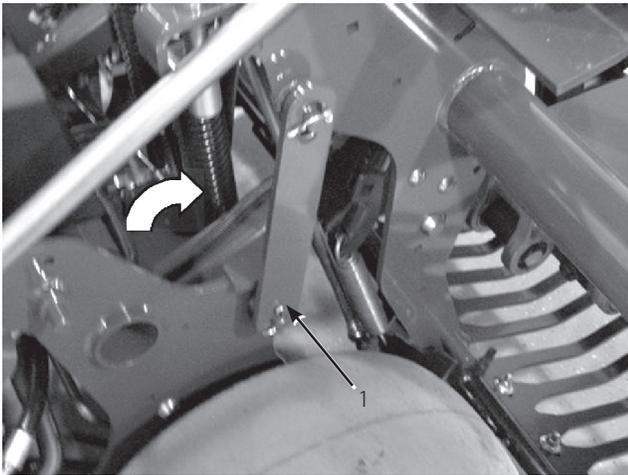

図 22
3. ラッチを後ろ向きに回転させて、コアリング・ヘッドのピンにはめ込む (図22)。クリップ・リングで固定する。